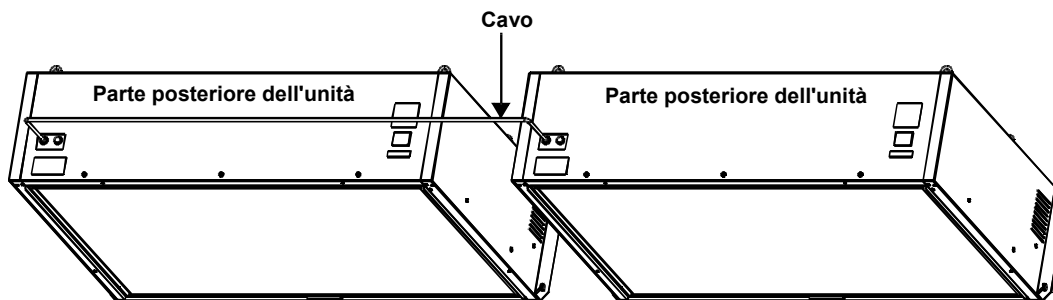

Figura 12. Collegamento dell'apparecchio illuminante doppio tramite cavo
9. Collegare il cavo dell'apparecchio doppio ai due apparecchi illuminanti. Vedere la Figura 12.